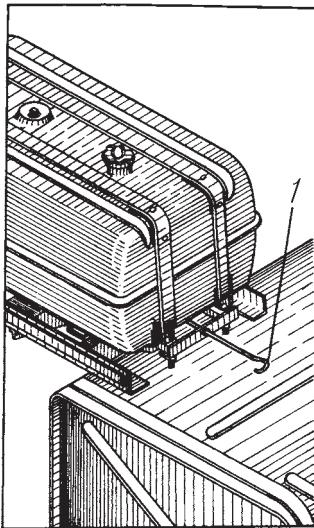

Рис. 15. Бак топливный
**Кран дополнительного топливного бака.** При использовании топлива из дополнительного топливного бака перелейте его в основной топливный бак, открыв кран ручкой управления 1 (рис. 15).